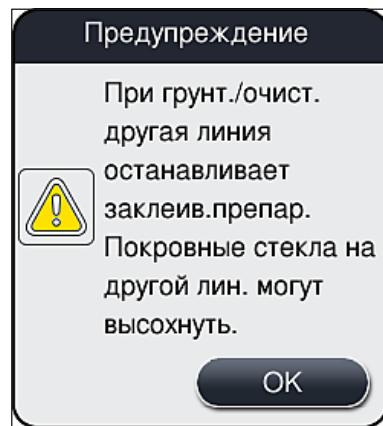
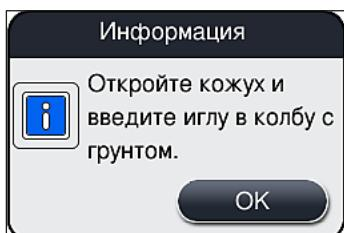
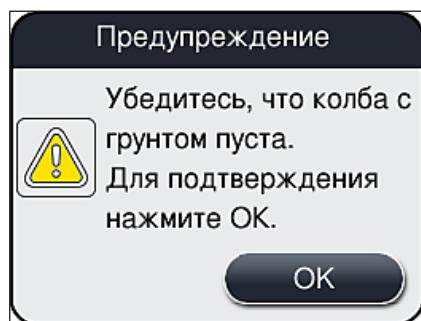

Рис. 95
Рис. 96
Рис. 100
- После этого нажмите кнопку **Промыв./очист.** для левой (→ Рис. 94-2) или правой (→ Рис. 94-3) линии заключения под покровное стекло и подтвердите подтверждающее сообщение нажатием на **OK** (→ Рис. 95).
3. Ознакомьтесь со следующим информационным сообщением (→ Рис. 96).
5. Вставьте узел иглы (→ Рис. 97-1) в емкость для слива (→ Рис. 97-3) и подтвердите информационное сообщение (→ Рис. 96) нажатием на **OK**.
4. Ознакомьтесь со следующими информационными сообщениями (→ Рис. 95), (→ Рис. 96) и (→ Рис. 100) и подтвердите каждое нажатием на **OK**.